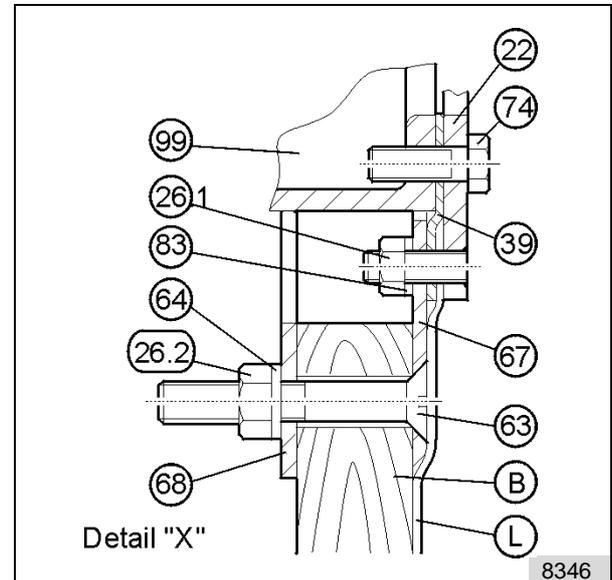

Fig. 18: Detalle X
Montar el anillo retenedor (67) con la arandela (68) en la pared de la piscina. Colocar la lámina (L). Unir firmemente la lámina (L) y la empaquetadura plana (39) conjuntamente con el anillo de presión (22) y cortar la lámina (L). Montar el juego de montaje (92) en el anillo de presión (22) con los tornillos (74). Vea también el detalle X en la Fig.18.